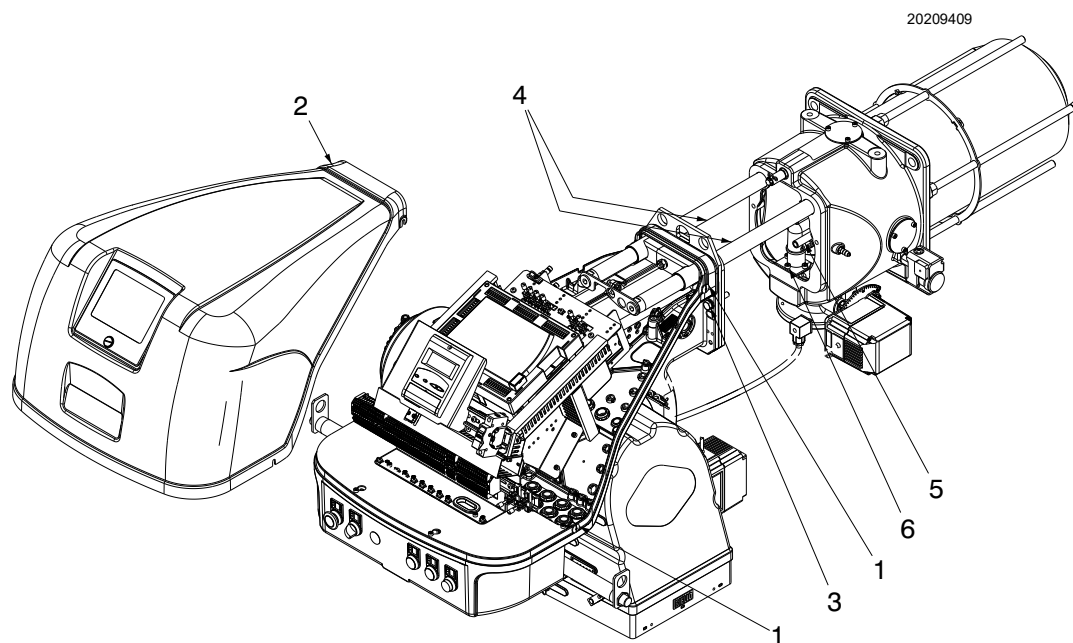

Abb. 39
Sicherstellen, dass die Gasaustritte für die Zündphase, die im Verteiler des Flammkopfs vorhanden sind, keine Verunreinigungen oder Rostablagerungen aufweisen. Im Zweifelsfall das Bogenstück (Abb. 39 auf Seite 43) ausbauen.
- Die 4 Schrauben 1)(Abb. 39) lockern, dann die Verkleidung 2) abnehmen.
- Fügen Sie die Schrauben 3)(Abb. 39) wieder ein und ziehen Sie die Fühler- und Elektrodenkabel dann vorsichtig nach außen, bis sie leicht gespannt sind.